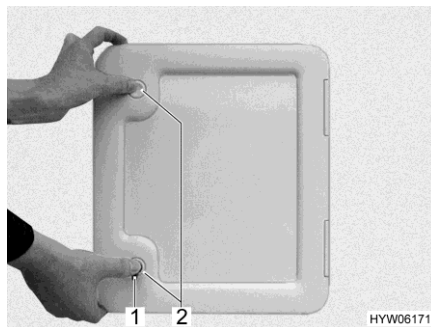

Bild 287 Lucka för latrintanken
- Öppna luckan till latrintanken på fordonets utsida. Stick för detta in nyckeln i låscylindern i trycklåset (Bild 287,1 eller Bild 288,1 eller Bild 289,1) och medurs vrid den ett kvarts varv.